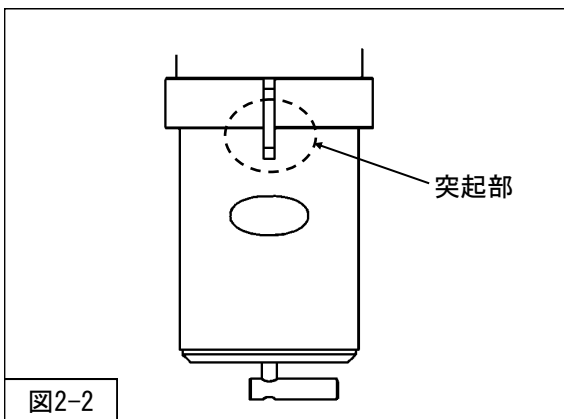

図2-2
2. ジャッキ等でロアアームを支持しながら、フロントサスペンションASSYロア側にある位置決め突起部を、ナックルの溝に合わせ、差し込んでください。(図2-2)